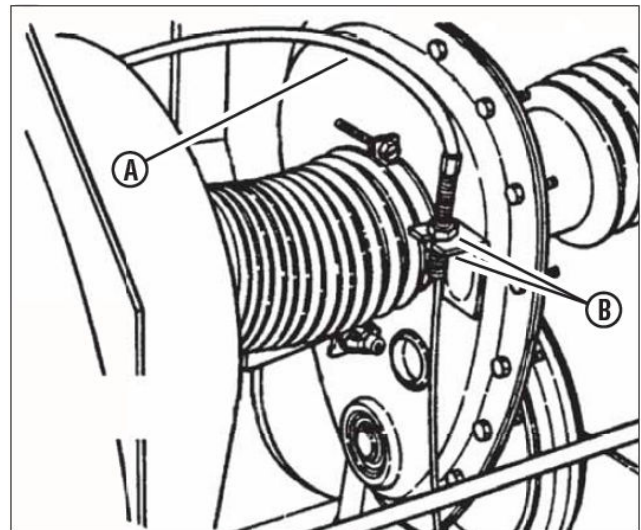

Рис. 41. Регулировочные гайки троса тормоза
6. Если расстояние менее 1,3 см или более 1,9 см, ослабьте две гайки (А, рис. 41). Удерживайте трос сцепления / тормоза (В) в кронштейне корпуса цепи.